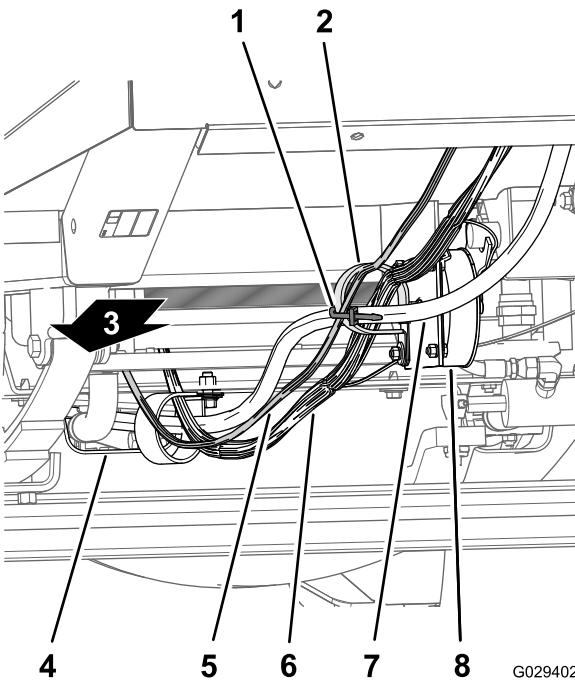
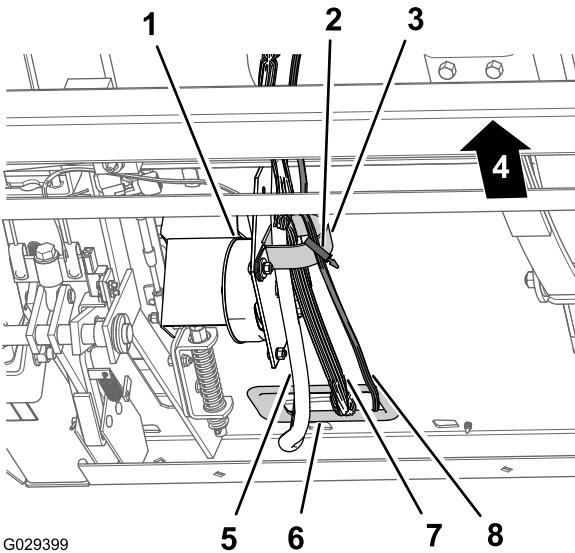

Figura 12
Figura 13
1. Encaminhe a secção de 240 cm da cablagem do painel de instrumentos ao longo da cablagem e tubos da direção da máquina (por baixo do radiador, através do grampo em R da parte inferior do suporte do radiador, através do grampo em R da bobina de controlo da velocidade (Figura 12 e Figura 13).
controlo de velocidade de deslocação Figura 12 e Figura 13.